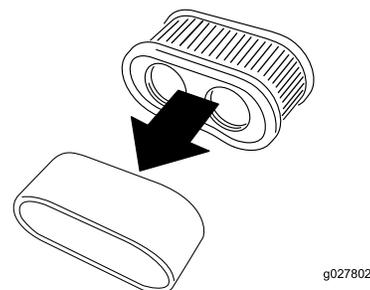

Figura 37
5. Separe os filtros de esponja e papel (Figura 37).